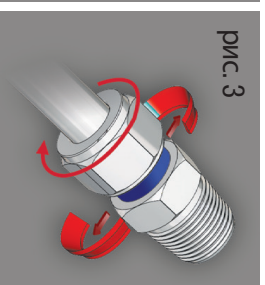

рис. 3
**3** При усилении сопротивления слегка подтяните гайку (рис. 3). Сборка завершена.